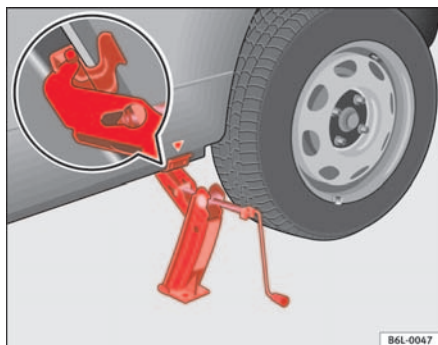

Abb. 133 Wagenheber
- Richten Sie den Wagenheber so aus, dass seine Klaue den Steg des Unterholms umfasst und die bewegliche Grundplatte plan auf dem Boden aufliegt ⇒ Abb. 133.